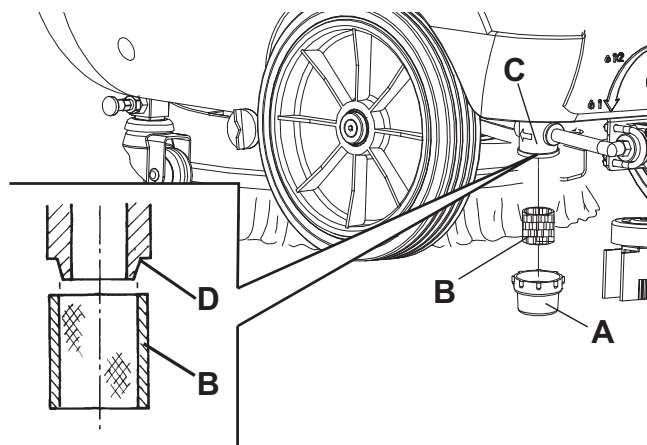

Figure 8
1. Vider le réservoir de la solution (32), en procédant comme indiqué au paragraphe spécifique.
4. Dévisser le couvercle transparent (A, Fig. 8) et déposer le filet filtrant (B), les nettoyer et les reposer sur le support (C).